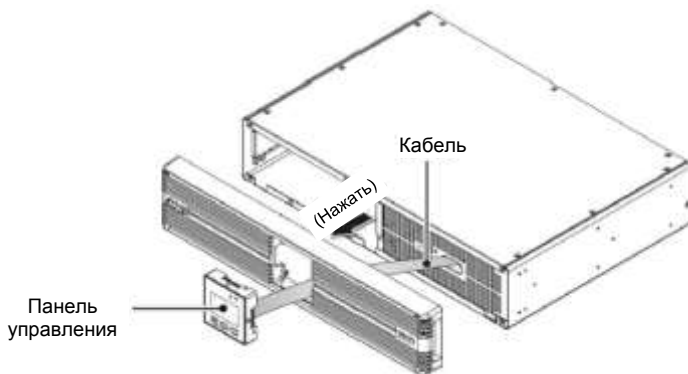

Рисунок 8-2: Снятие панели управления
- 2 С задней стороны снятой панели аккуратно нажмите на панель управления, чтобы снять ее. Выполняйте данную процедуру осторожно, чтобы не повредить кабель, соединяющий панель управления с разъемом ИБП. **См. рисунок 8-2.**